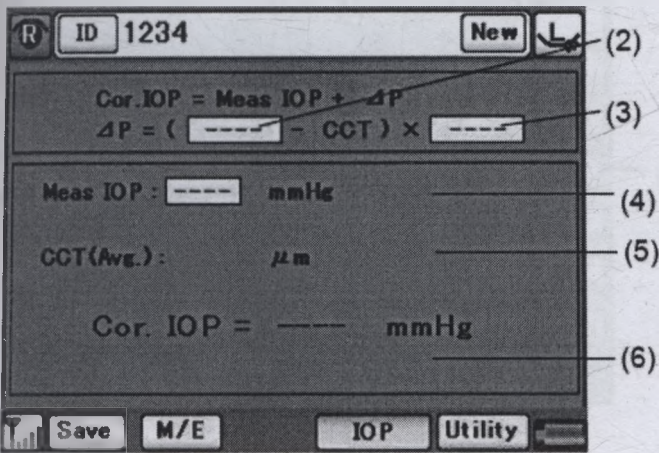

Рис. 2
- 1) Коснитесь кнопки "IOP" (1), чтобы открыть окно коррекции внутриглазного давления (Рис. 2).